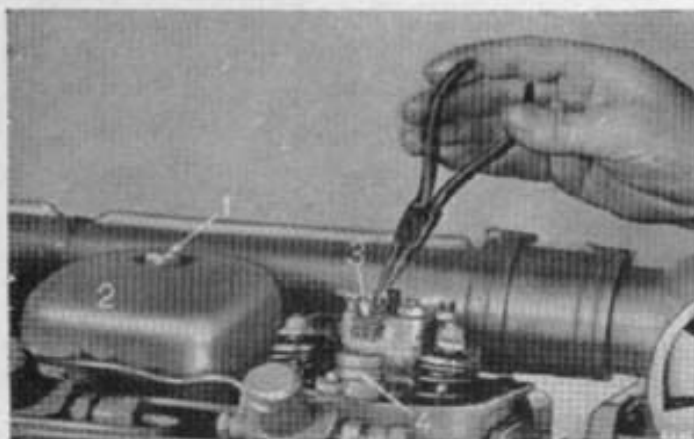

Bild 34
B 9 Patrone*) der Kipphebelraumbelüf- tungen reinigen. Alle 240 Betriebsstunden (bei jedem 2. Motorölwechsel) ist, nach Lösen der Zylinderkopfhauben-Spannschraube 1 (Bild 34) und Abnehmen der Haube 2, die Patrone 3 mit der Spitzzange oder einem Nagel herauszu- ziehen, in Diesel-Kraftstoff zu reinigen und wie- der einzusetzen, nachdem sie leicht mit Öl be- netzt worden sind.
*) Um in den Kipphebelräumen die Bildung von Kondens- wasser zu verhindern, befindet sich unter jeder Zylinderkopf- haube 2 in einem Stopfen 4 (Bild 34) eine Bohrung zur Zufuhr von Frischluft. Durch eine Drahtgestrick-Belüftungspatrone 3 wird die einströmende Luft gereinigt.